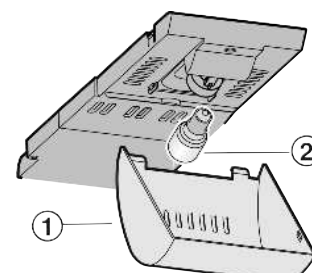

Fig. 11
- ▶ Возьмитесь за крышку Fig. 11 (1) спереди и снимите с крючка сзади.
- ▶ Лампу накаливания Fig. 11 (2) замените.
- ▶ Снова наденьте крышку Fig. 11 (1).